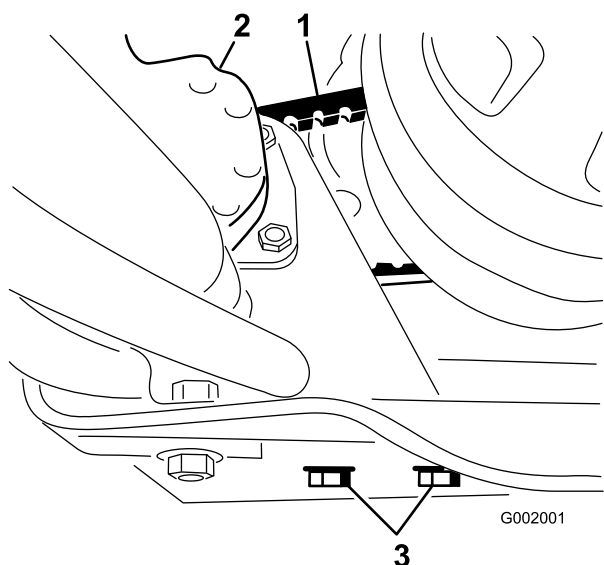

図 63
- ステアリング・ポンプの取り付けボルトをゆるめる (図 63)。